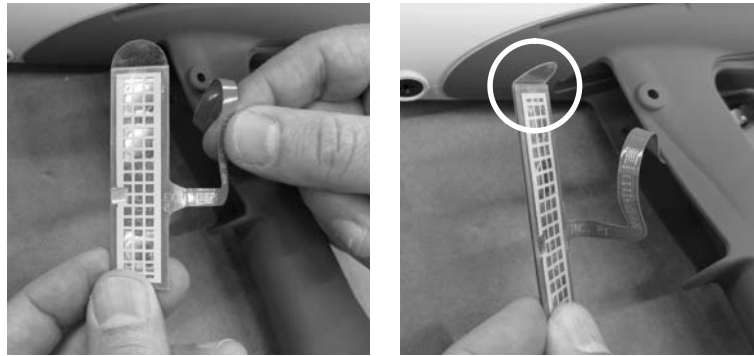

Figura 6-11 Installazione dell'interruttore del grilletto – Punto 3
3. Vedi figura 6-11. Raddrizzare il cavo a nastro, poi piegare la linguetta sopra l'interruttore di modo che sia perpendicolare all'interruttore.